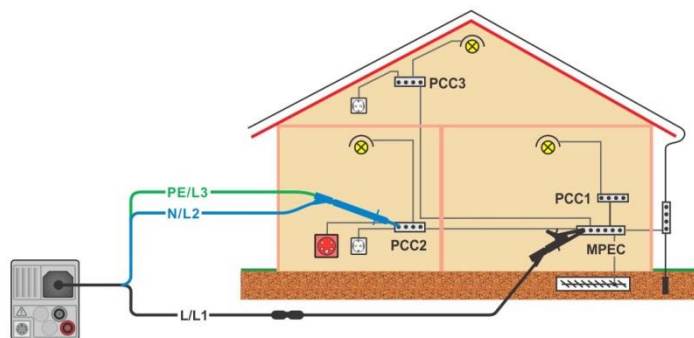

figura 7.13: Collegamento del puntale a 3 fili più Prolunga opzionale
- › Collegare puntali, vedere **figura 7.13.**